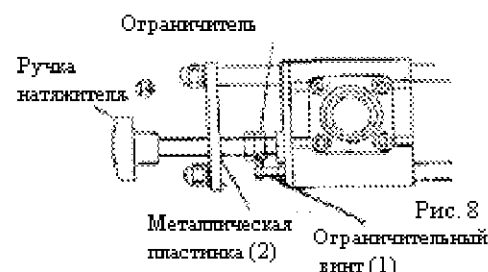

Рис. 8
16.1 Отклонение ножа от правильного положения вследствие слабого натяжения. (натяните нож, поворачивая ручку натяжителя до тех пор, пока ограничитель (1) не войдет в контакт с ограничителем (2), как показано на Рис.8, стр.4).